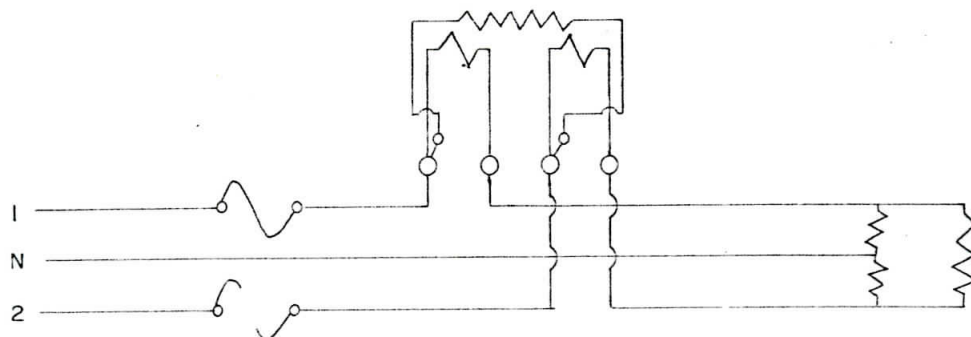

FIG. 10
- 5.- En los circuitos monofásicos de 3 hilos, puede suceder que no se mida la carga correcta del consumidor si uno de los fusibles del lado de suministro del medidor se ha fundido, según se vé en la fig. 10